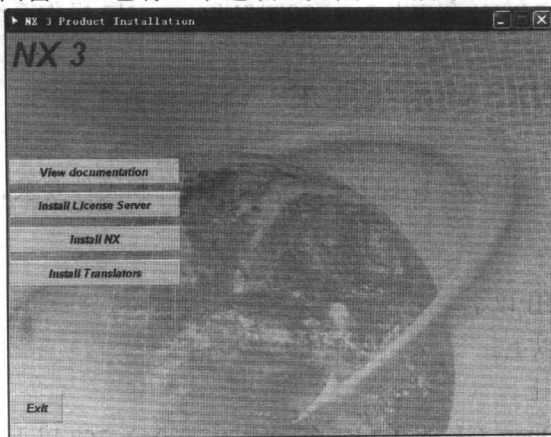

图 1-1 安装主界面
(1) 以系统管理员的身份登录 Windows XP 系统。正版用户将会得到 4 张标准盘: 其中一张名为 UG NX3 BASE, 这是 UG NX3 的基本安装程序; 一张名为 DOCUMENT, 这是 UG NX3 的帮助文件; 一张名为 UPDATE, 这是针对 NX3 发布的升级补丁; 一张名为 UG NX3 CAST, 这是英文的学习教程。
(2) 运行 UG NX3 安装盘根目录下的 Launch.exe。
(3) 出现安装主界面窗口, 它有 4 个选项, 如图 1-1 所示。